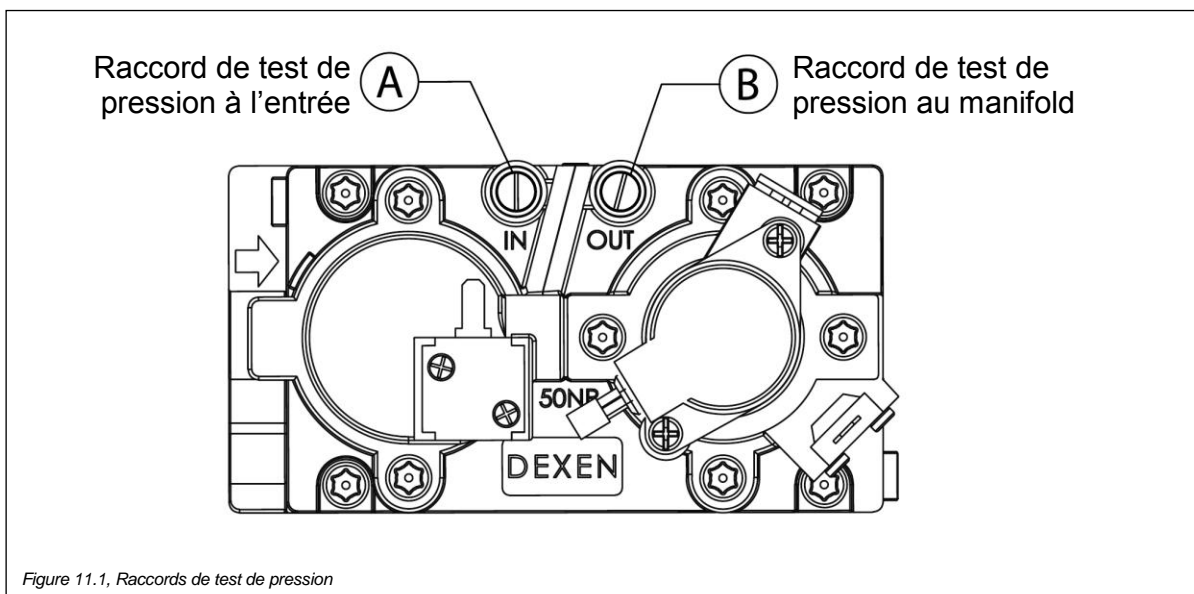

Figure 11.1, Raccords de test de pression
1. Desserrez la vis du raccord de test de pression d'entrée («IN») en sens antihoraire. Voir (A) à la Figure 11.1.
6. Rallumez la veilleuse et le brûleur. Ensuite, rebranchez le manomètre au raccord de test de pression d'entrée (A), pour vérifier que ce raccord est complètement étanche. Le manomètre ne devrait indiquer aucune pression.
2. Desserrez la vis du raccord de test de pression du manifold («OUT») en sens antihoraire. Voir (B) à la Figure 11.1.
7. Branchez le manomètre au raccord de test de pression du manifold (B), pour vérifier qu'il est complètement étanche. Le manomètre ne devrait indiquer aucune pression lorsque la veilleuse et le brûleur sont allumés.